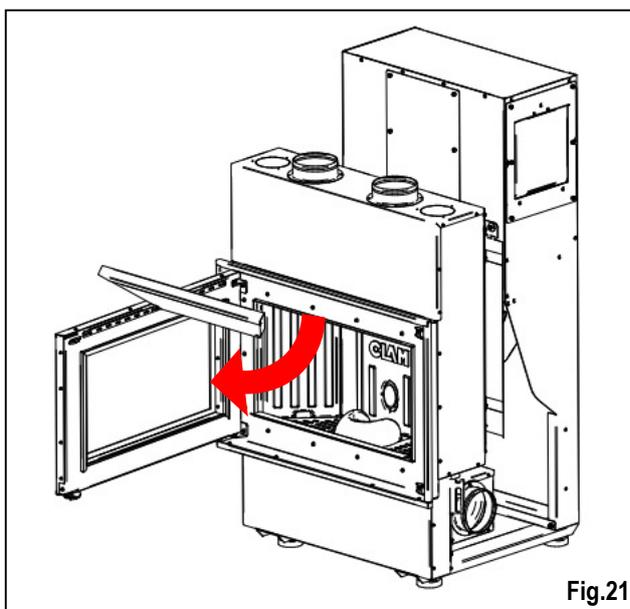

Fig.21
**PULIZIA DEL DEFLETTORE FUMI:** Eliminare le ceneri che si depositano sopra il deflettore fumi in vermiculite sfilandolo dalla sede e servendosi di un aspirapolvere (Fig. 21).